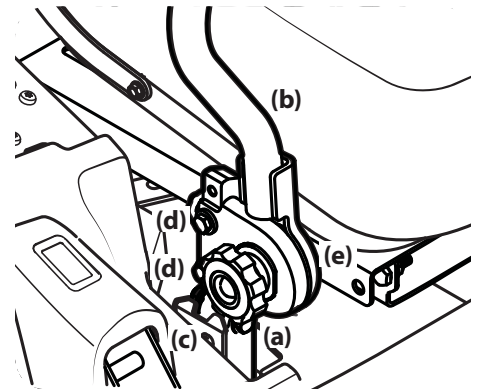

Figure 4-5
1. Desserrez le bouton de réglage (a) situé sur le côté de chaque barre de conduite (b). Voir Figure 4-5.
3. Serrez le bouton de réglage (a) pour fixer la barre de conduite en place. Voir Figure 4-5.